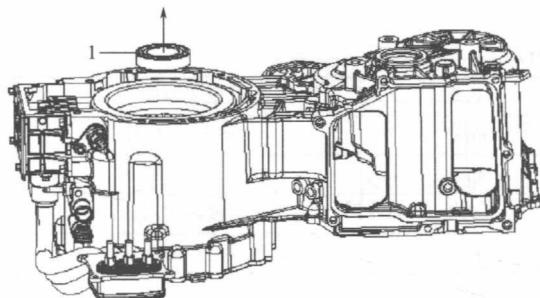
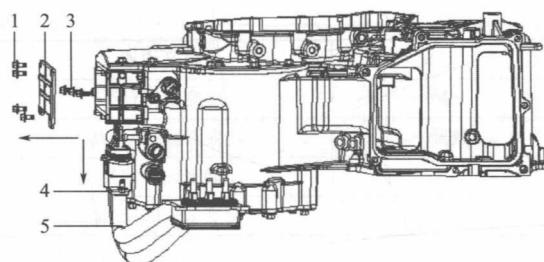

图1-1-10
图1-1-11
③ 当后箱体轴承需要维修时，先对电动机端盖进行拆卸，然后拆卸电动机转子。
④ 将后箱体放入120℃的烤箱中加热30min，将轴承1取出，装入新的轴承（图1-1-10）。
⑤ 装上电动机转子，再安装电动机端盖。
(7) 三相动力线束拆卸与安装
① 拆卸前。将电动机平置于专用的工作台上，使其平稳放置，确保拆分时的电动机安全。
② 拆卸维修。
b. 用扳手将固定接线盒盖的M6×12法兰面螺栓1拧下，取下接线盒盖2，由于之前装端盖时在接合面处涂抹了密封胶，因此在盖板拆下后要对电动机内部进行清洁，不得让异物掉入电动机内部；将三相动力线束和接线座的螺栓3拧下。将固定三相动力线束法兰的M6×12法兰面螺栓4拧下，拔出三相动力线束5进行维修（拔出时注意不要损坏三相动力线束），如图1-1-11所示。